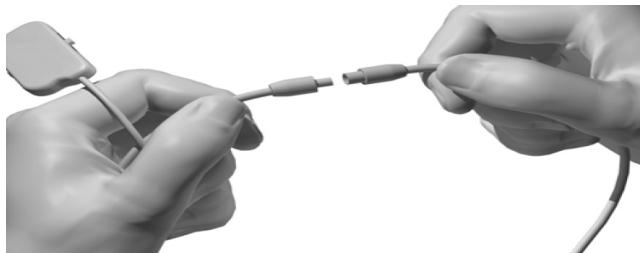

Figura 7: cabos cirúrgicos e extensão 1x8
1. Fixe a extensão do cabo cirúrgico no respetivo cabo (Figura 7).